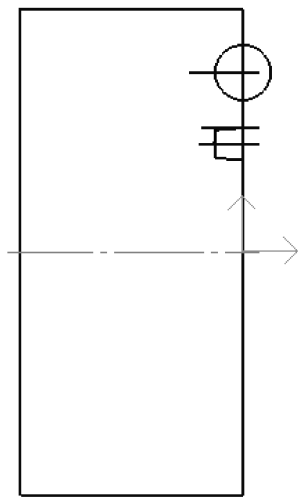

图 8-69 绘制端面槽轮廓
5) 在菜单栏中选择【绘图】→【直线】命令,或者单击【绘图工具】工具栏中的 --- 按钮,在弹出的立即菜单中选择【两点线】、【连续】、【正交】和【点方式】选项,状态栏中提示第一点应在绘图区,捕捉端面槽上边的左端端点,单击【确定】按钮;状态栏中提示第二点应在绘图区,捕捉端面槽另一边的左端端点,单击【确定】按钮,即可绘制出端面槽槽底,如图8-69所示。